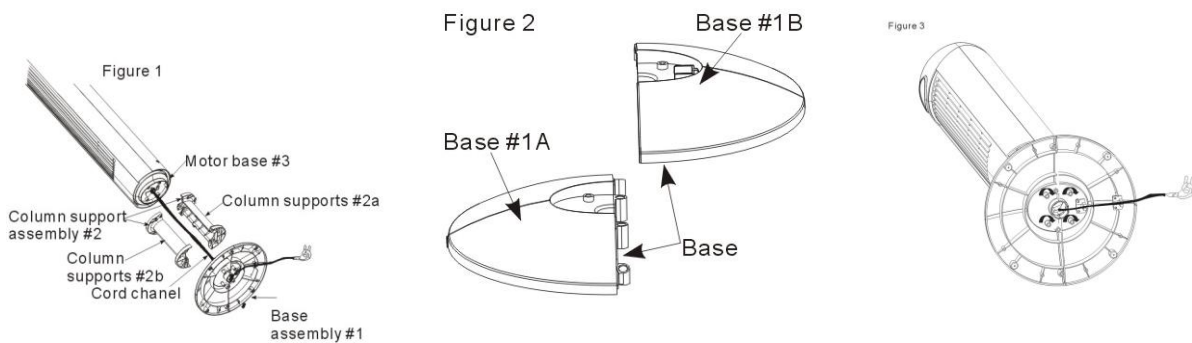

Figure 1	Figure 2
- La figure 1 montre comment le ventilateur est assemblé.
- Placez le cordon électrique à l'intérieur de la rainure des supports de colonne n° 2a et n° 2b. Emboîtez fermement les supports de colonne n° 2a et n° 2b ensemble. (figure 1)
- Fixez l'ensemble de support de colonne n° 2 à la base du moteur n° 3 avec quatre vis M5 de 1/2 po de longueur. (figure 1)